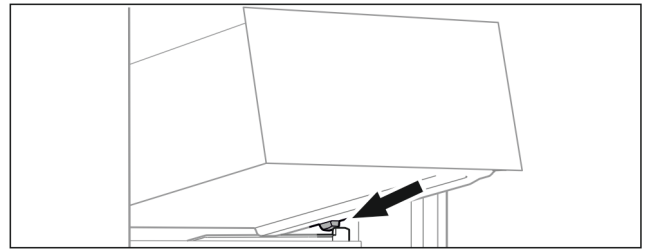

Fig. 82
- ▶ Schubfach schräg hinter den Stopperrn auf Behälterrippe aufsetzen. (siehe Fig. 82)